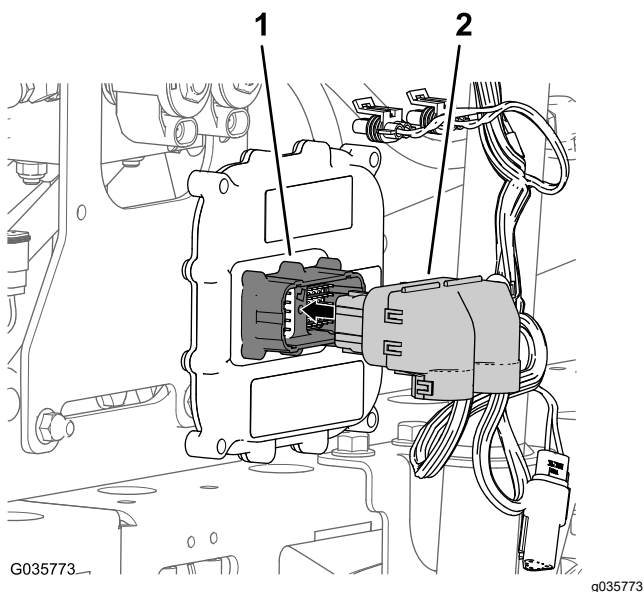

Figura 28
2. Conectai conectorul cu 50 de orificii al cablului pentru braul sonic la conectorul cu 50 de pini al controlerului electronic i fixai conectorii cu urubul cu cap imbus (Figura 28).